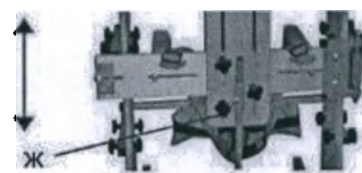

Рис.16
5) Регулировка положения абдуктора (при наличии) (рис. 16)